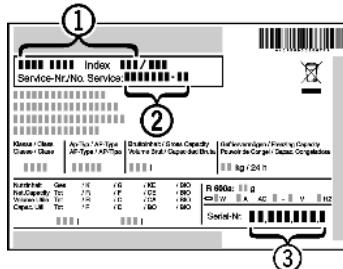

Fig. 33
- ▶ Считать обозначение устройства Fig. 33 (1), сервисный номер Fig. 33 (2) и серийный номер Fig. 33 (3) с заводской таблички. Заводская табличка находится внутри устройства слева.